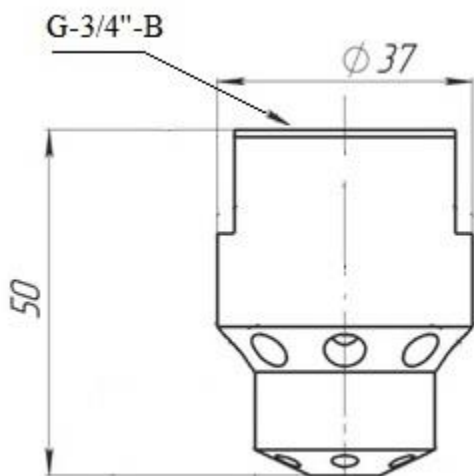

Рис. 7. Насадок-распылитель «PP-20».
4.5. Конструкция насадка-распылителя, применяемого с МПП «Гарант-Т1» исп. 01, приведена на рис. 7.
6.6. Соединить разъем «DT04-2P-C015» с разъемом «DT06-2S-C015» (позиция 4, рис. 7).